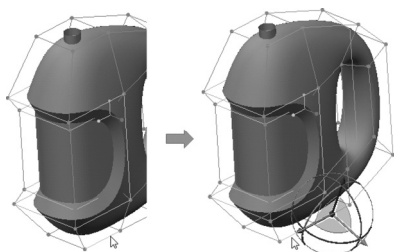
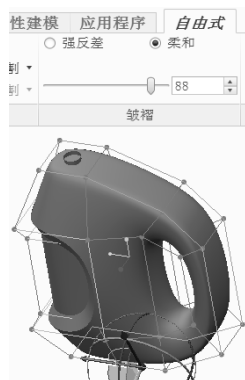

图 7-55 选择要操作的环
图 7-56 将皱褶应用于手柄区域
22) 将皱褶应用于手柄区域。首先选择底部的一条边，按住〈Shift〉键的同时将鼠标指针继续置于所选的边上，右击检索对象直到检索到正确的一个环时单击鼠标左键（需要保持按住〈Shift〉键，完成正确选择所需环后才释放〈Shift〉键），如图 7-55 所示。接着从功能区的“自由式”选项卡的“皱褶”组中选择“柔和”单选按钮，将皱褶值设置为“88”，此时预览效果如图 7-56 所示。